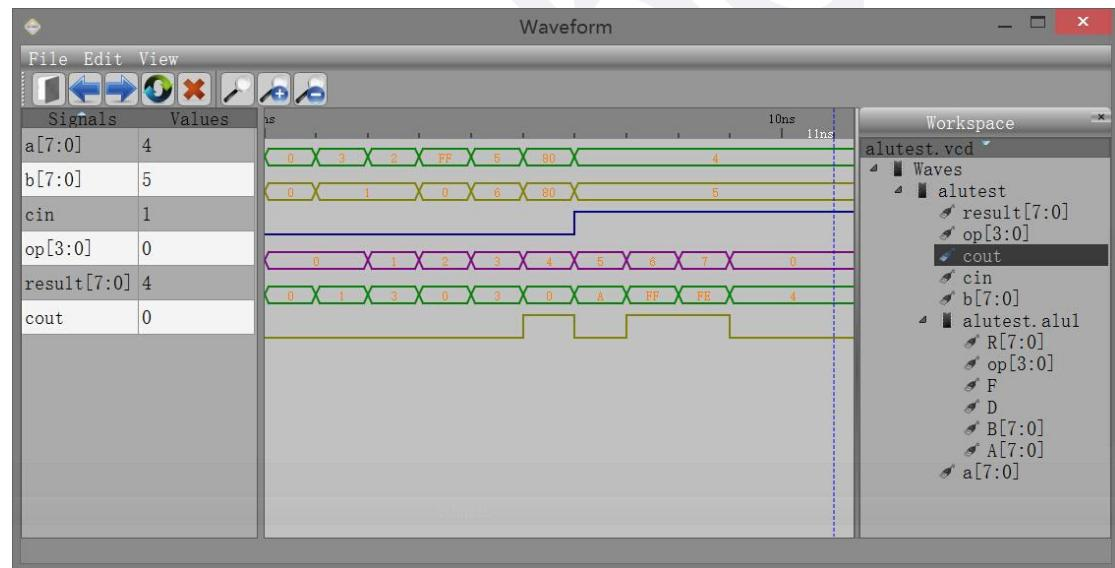

图 2-4-8 查看波形
(5) 执行仿真并查看波形。查看输出信息。检查没有错误之后查看波形。点击右侧 Workspace 中的信号，进行添加并查看分析仿真结果，如图 2-4-8 所示。对照真值表，查看设计波形输入输出是否一致。